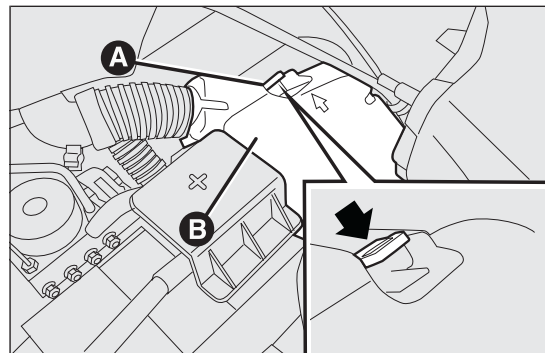

fig. 159
- ☐ actuar en la aleta B fig. 159 y retirar la tapa B de protección de la caja de fusibles;
- ☐ desplazar la tapa hacia el faro; girándola hacia la izquierda (como lo indica la flecha) y luego quitarla fig. 159;